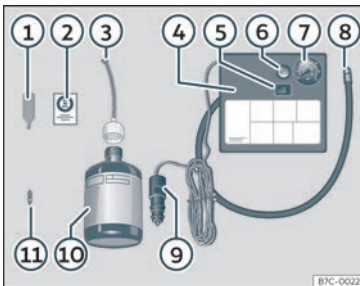

Fig. 34 Rappresentazione standard: contenuto del kit per la riparazione degli pneumatici.
Il kit per la riparazione degli pneumatici si trova nel sottofondo del bagagliaio. Include i seguenti componenti»» **fig. 34** :
- Svitare il cappuccio e l'elemento di tenuta della valvola del pneumatico. Utilizzare l'apparato»» **fig. 34** ① per estrarre l'elemento di tenuta. Collocarlo su una superficie pulita.
- Agitare vigorosamente la bomboletta del sigillante per pneumatici»» **fig. 34** ⑩.
- Avvitare il tubo di gonfiaggio»» **fig. 34** ③ alla bomboletta del sigillante. La piombatura della bomboletta si rompe automaticamente.
- Rimuovere il tappo del tubo di riempimento»» **fig. 34** ③ e avvitare l'estremità aperta dal tubo alla valvola dello pneumatico.
- Ricollocare l'elemento di tenuta con l'apparato»» **fig. 34** ① nella valvola del pneumatico.
- Avvitare il tubo di gonfiaggio dello pneumatico del compressore»» **fig. 34** ⑧ nella valvola dello pneumatico.
- Verificare che la vite di sfiato dell'aria sia chiusa»» **fig. 34** ⑥.
- Collegare il connettore»» fig. 34 ⑨ a una presa elettrica a 12 V del veicolo»» pag. 154.
- Collegare il compressore ad aria con l'interruttore ON/OFF»» fig. 34 ⑤.
- Incollare l'adesivo»» fig. 34 ② sul quadro strumenti, all'interno del campo visivo del conducente.
Riavvitare il tubo di gonfiaggio»» fig. 34 ⑤ e controllare la pressione con il manometro ⑥.